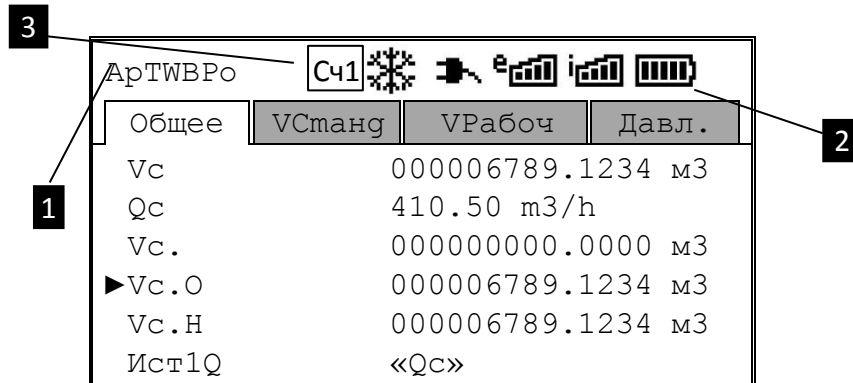

Рисунок 20
Сч1	Активный канал измерения 1. Данный символ говорит о том, что значения, отображаемые в поле данных (рисунок 20: 3) соответствуют каналу измерения 1 (счетчику 1). Выбор канала производится клавишей
Сч2	Активный канал измерения 2. Данный символ говорит о том, что значения, отображаемые в поле данных (рисунок 20: 3) соответствуют каналу измерения 2 (счетчику 2) Выбор канала производится клавишей
- Канал 1 – в строке статус дисплея появляется символ «Сч1» (рисунок 20: ). При этом в поле данных дисплея будут отображаться значения, которые соответствуют первому каналу измерения (счетчику газа)
- Канал 2 – в строке статус дисплея появляется символ «Сч2» (рисунок 20: ). При этом в поле данных дисплея будут отображаться значения, которые соответствуют второму каналу измерения (счетчику газа)